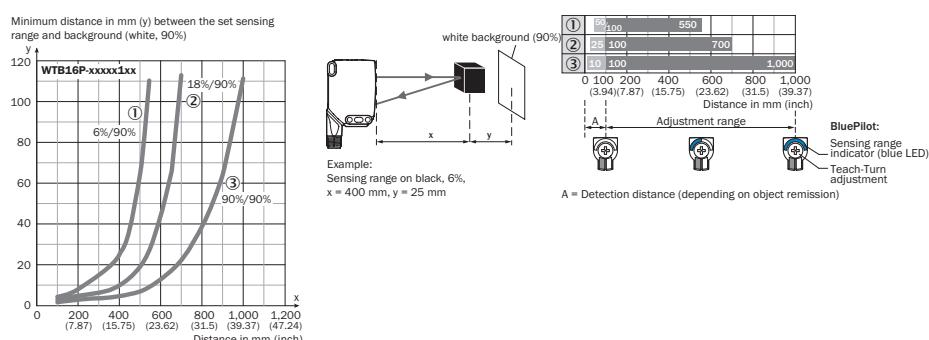

Figura 55: Curva característica 1, WTB16P Bluetooth-xxxxx1xx, luz roja
Comprobar las condiciones de aplicación: comparar la distancia de comutación y la distancia respecto al objeto o al fondo, así como la capacidad de reflectancia del objeto, con el diagrama correspondiente [véanse la imágenes 5 y 7] (x = distancia de comutación, y = distancia mínima entre la distancia de comutación ajustada y el fondo [blanco, 90%], reflectancia: 6% = negro ①, 18% = gris ②, 90% = blanco ③ (referido al blanco estándar según DIN 5033). Recomendamos realizar los ajustes con un objeto de reflectancia baja. La distancia mínima (= y) para la supresión del fondo puede calcularse a partir del diagrama [figura 55 ①] del modo siguiente: